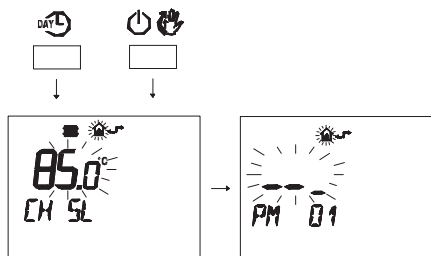

Figura 5.78
- Premere contemporaneamente i pulsanti DAY e per entrare nella programmazione trasparente (Figura 5.78)